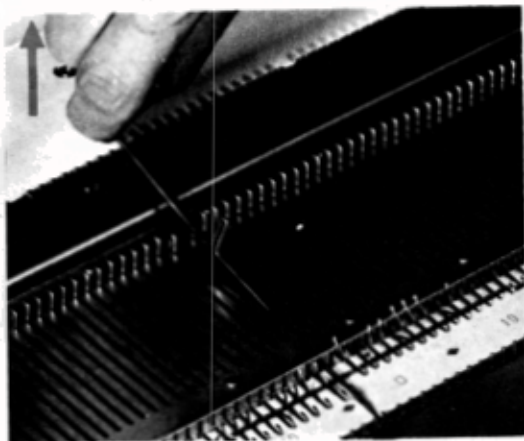

Fig. 232
- Tirer l'aiguille vers soi en position F. Appuyer avec le pouce sur le crochet de l'aiguille. Le bout de la tige se soulève et se dégage de la fente. Attraper le bout de la tige et le lever en forçant légèrement pour le passer au-dessus de la crémaillère. Sortir l'aiguille (fig. 232),